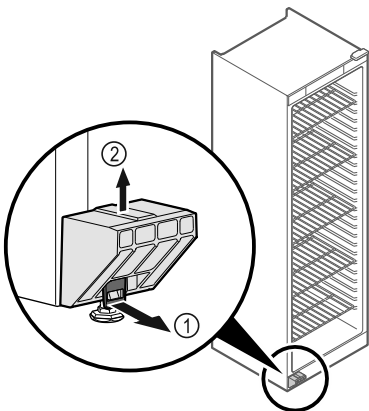

Fig. 1
- Накладку Fig. 1 (1) потягніть вперед.
- Транспортний фіксатор Fig. 1 (2) потягнути вгору.